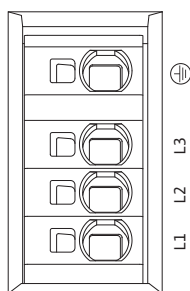

Fig. 33: Výkonové svorky (svorky síťové přípojky)
- Výkonové svorky (svorky síťové přípojky) (Fig. 33)